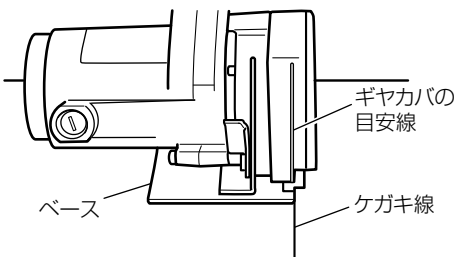

図 8
1. 切る材料の上に本体（ベース）をのせ、ケガキ線とダイヤモンドホイールは、ベースの側面とダイヤカバーの目安線で合わせます。（図 8）